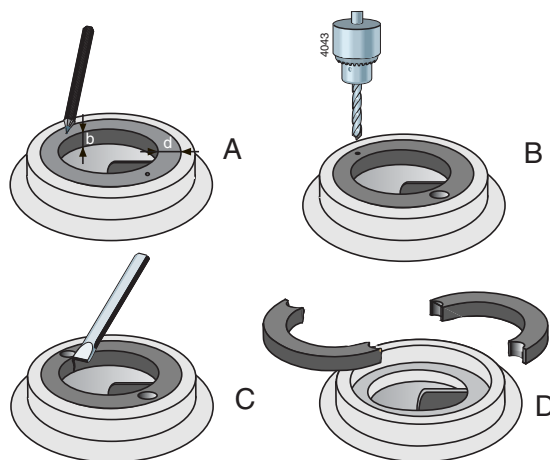

Figure 4: Démontage de la bague d'usure.
- 1 Mesurez l'épaisseur (d) et la largeur (b) de la bague, voir figure 4 A.
- 2 Faites un orifice de centrage au milieu du bord de la bague en deux points opposés, voir figure 4 B.
- 3 Utilisez une mèche dont le diamètre est un peu plus petit que l'épaisseur (d) de la bague pour percer deux trous dans la bague, voir figure 4 C. Ne percez pas plus profond que la largeur (b) de la bague. Prenez soin de ne pas endommager le bord d'ajustage du corps de pompe.
- 4 Coupez l'épaisseur restante de la bague à l'aide d'un ciseau. Vous pouvez maintenant déposer la bague en deux parties du corps de pompe, voir figure 4 D.